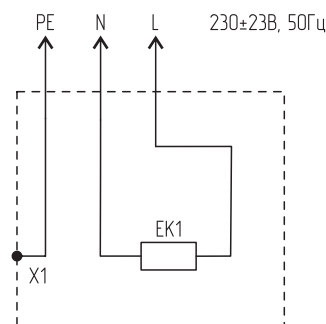

Рисунок 3. Электрическая схема обогревателя
- 5.2. Схема электрических соединений и узлов показана на рис. 3.